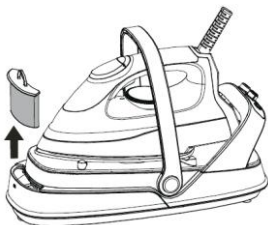

Fig. 7
2. Remova o filtro anti-calcário **3** puxando-o para cima (fig. 7).